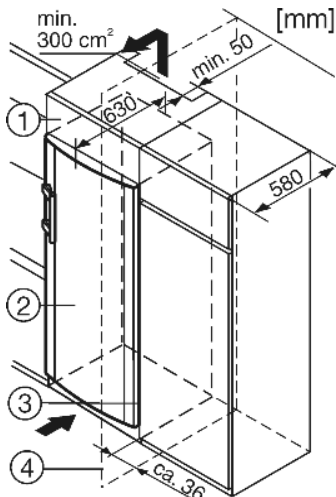

Fig. 8
- (1) Дополнительный шкафчик
- (2) Устройство
- (3) Кухонный шкаф
- (4) Стенка
Устройство может быть окружено предметами кухонной обстановки. Чтобы уравнять устройство *Fig. 8 (2)* по высоте с кухонной стенкой, можно установить над устройством соответствующий дополнительный шкафчик *Fig. 8 (1)*.
При комбинировании с обычными кухонными шкафами (глубина макс. 580 мм) устройство можно установить непосредственно рядом с кухонным шкафом *Fig. 8 (3)*. Дверца устройства выступает по сторонам на 34 мм и по центру устройства на 50 мм относительно передней стенки кухонного шкафа. Поэтому ее можно свободно открывать и закрывать.
Если устройство установлено на шарнирах у стены *Fig. 8 (4)*, то расстояние между устройством и стеной должно быть не менее 36 мм. Настолько выступает ручка при открытой дверце.